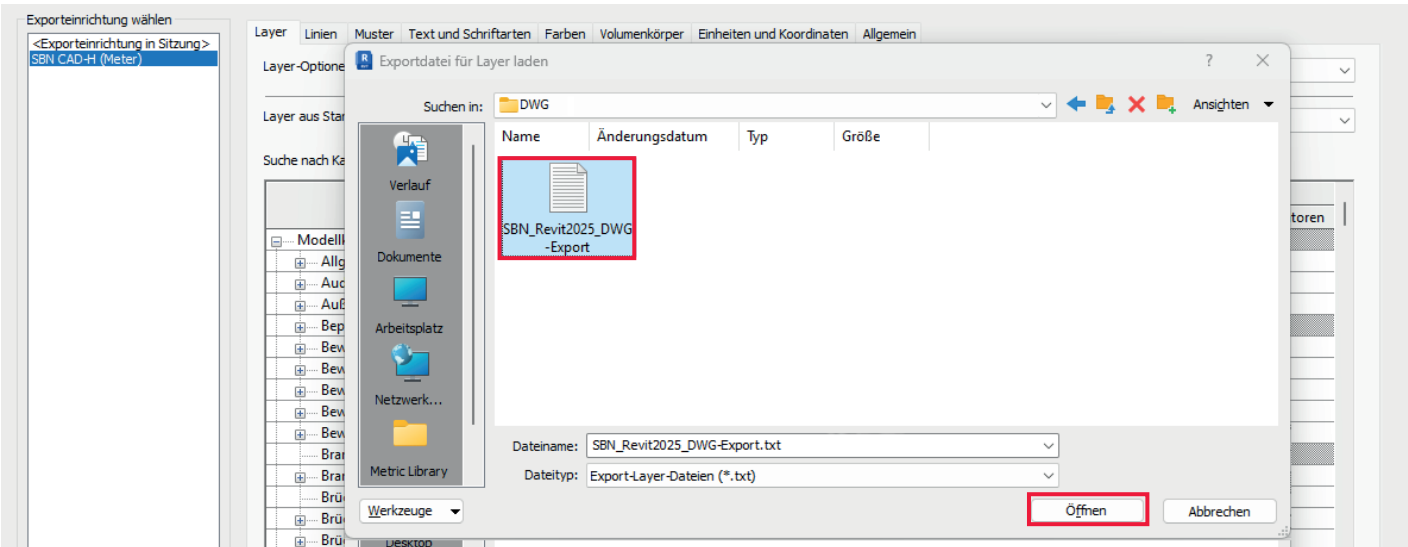

Abb.5: Auswahl der Export-Datei
- Wählen Sie im nächsten Schritt die **SBN\_Revit2025\_DWG-Export.txt**-Datei aus und klicken auf **Öffnen**. (Abb.5)